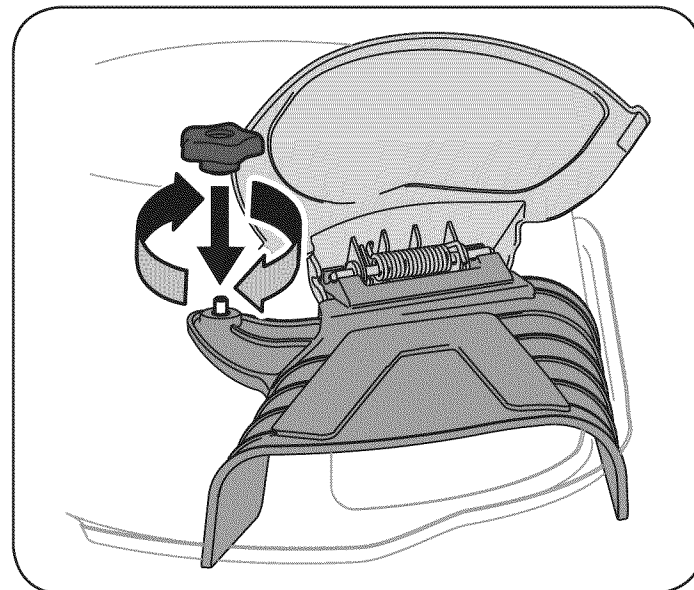

Figura 5
3. Sujete la tolva a la plataforma de corte con la perilla de aleta que se incluyó en la bolsa del manual. Ajuste manualmente la perilla de aleta en el pasador roscado de la plataforma. Vea la Figura 5.